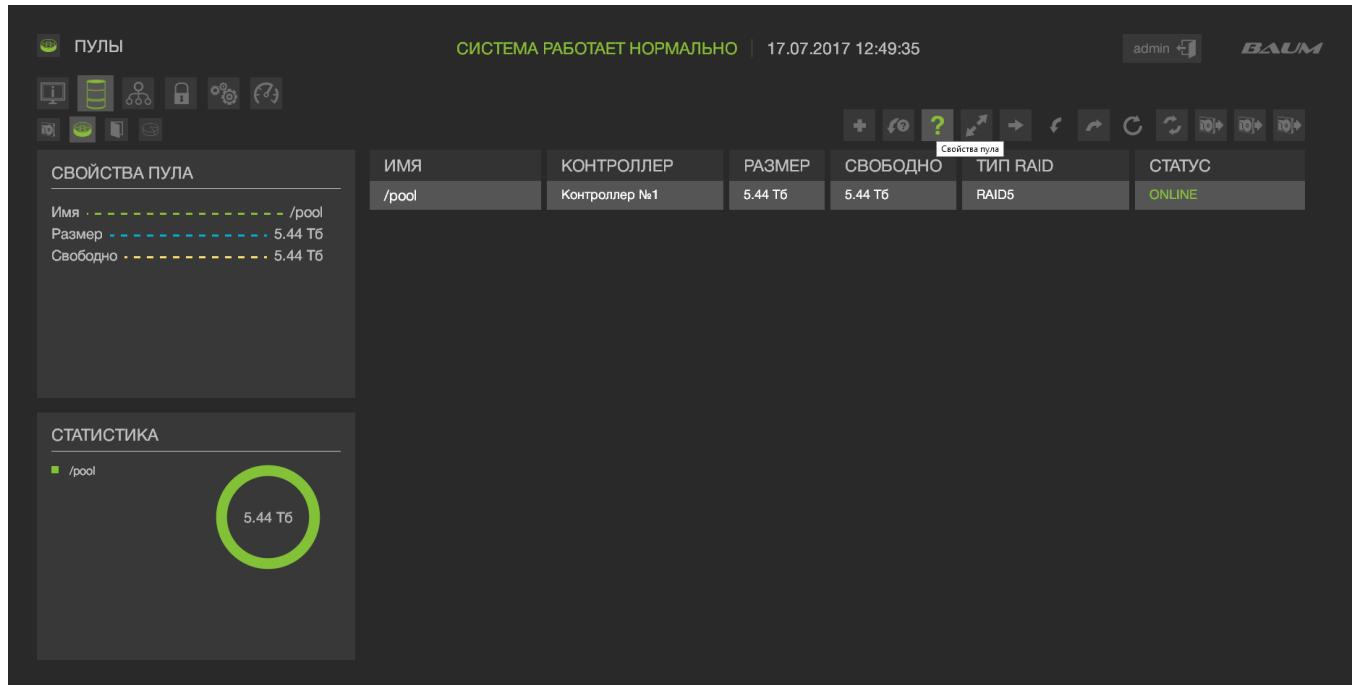

Рисунок 44 – Просмотр информации о массиве
1) Перейти на вкладку выберите «Дисковое пространство» → «Пулы» (см. Рисунок 44).